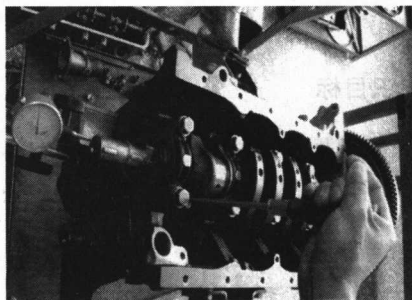

图 1-28 用螺丝刀撬动曲轴并读数
(3) 用螺丝刀往一个方向撬动曲轴,撬动至曲轴沿该方向已无间隙,观察百分表盘上大指针此时所处的位置,就以此位置作为起点(也可在此时转动表盘,使大指针对正“0”刻度线来作为起点)。然后用螺丝刀往另一个方向撬动曲轴,同样撬动至曲轴沿该方向也无间隙,将大指针此时所处位置作为终点,算出大指针从起点到终点的偏转量,该偏转量即是曲轴轴向间隙,见图 1-28 所示。